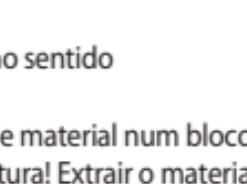

Fig. 4
- Se necessário, posicionar uma ponta intra-oral na ponta de mistura (Fig. 4). A ponta de aplicação intra-oral, quando é encurtada em 1 mm aprox., possibilita a extrusão de grandes quantidades de material.